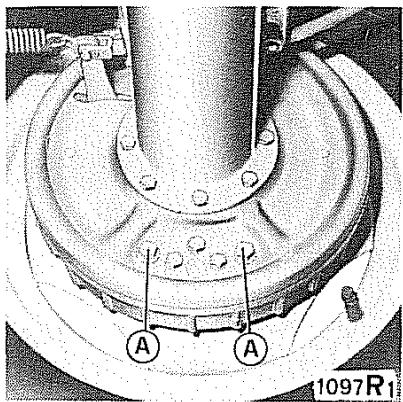

Fig. 15 - Registro di posizione dei ceppi
- Ruotare in senso orario le viti **A** (fig. 15), fino a portare i ceppi contro il tamburo; ruotare quindi leggermente le viti in senso inverso.